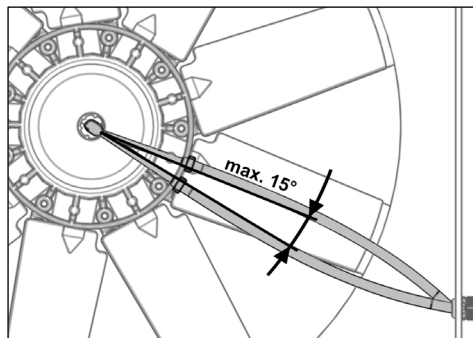

Fig. 30
- ▶ Kontroller stramningen og stram om nødvendigt trykslangen igen (se Fig. 30).